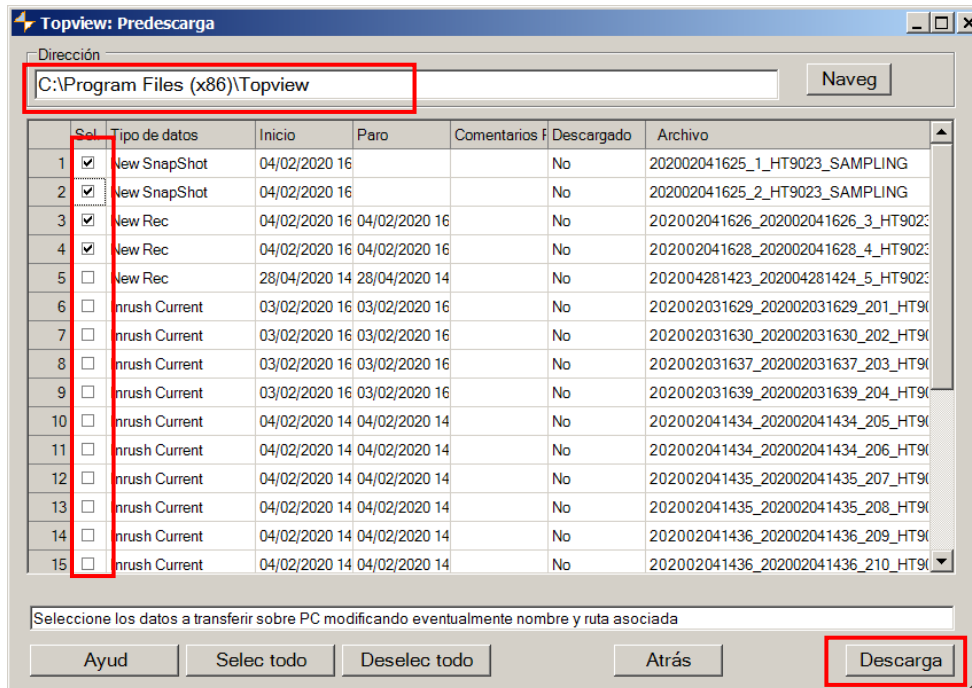

Fig. 17: Selección de pruebas para descarga de datos
7. Haga clic en el botón "**Seguir**" para abrir la ventana de descarga (ver Fig. 17). Seleccionar las medidas que desea descargar, la dirección donde desea guardarlas y haga clic en el botón "**Descarga**" para iniciar el operación